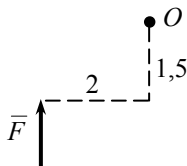

Рис. 56
36. Чему равен алгебраический момент силы $\bar{F}$ относительно точки O (рис. 56)?